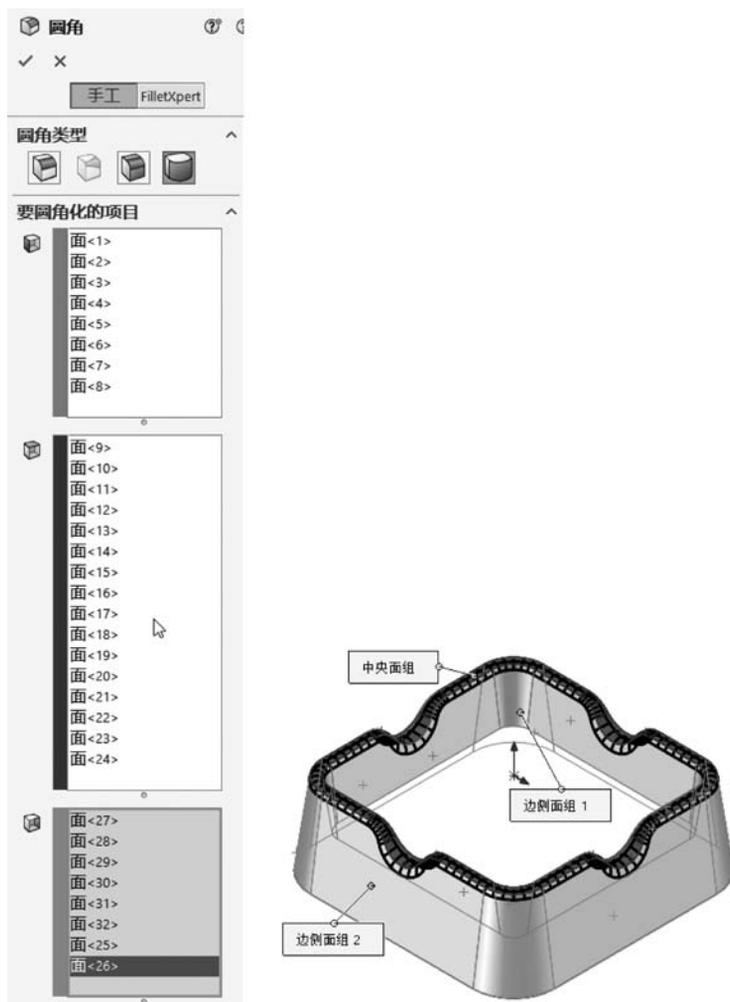

图 5-68 倒完整圆角
- (2) 单击【特征】选项卡上的【圆角】按钮 ,会出现【圆角】属性管理器。
- ① 在【圆角类型】组,选中【完整圆角】单选按钮 .
- ② 在【要圆角化的项目】组,激活【面组 1】列表,在图形区选择内壁。
- ③ 激活【中央面组】列表,在图形区选择上面。
- ④ 激活【面组 2】列表,在图形区选择外面,如图 5-68 所示,单击【确定】按钮 ,生成圆角。